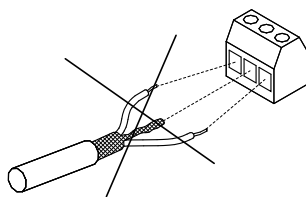

Рис. 20 Не скручивайте концы экрана.
- Не подключайте экран посредством скручивания концов. См. рис. 20. Вместо этого используйте кабельные зажимы или резьбовые кабельные разъемы ЭМС.